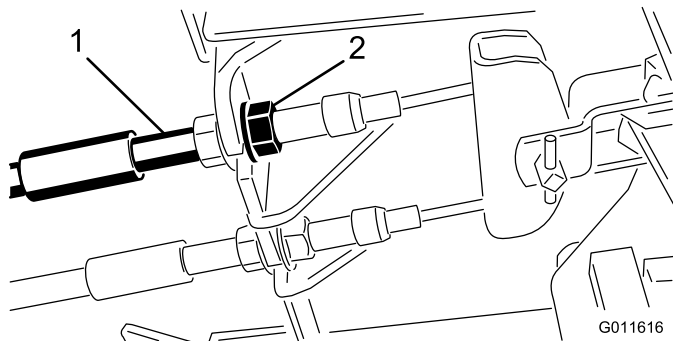

Figura 48
1. Para reducir la holgura de los pedales de freno, apriete los frenos aflojando la tuerca delantera del extremo roscado del cable de freno (Figura 48).